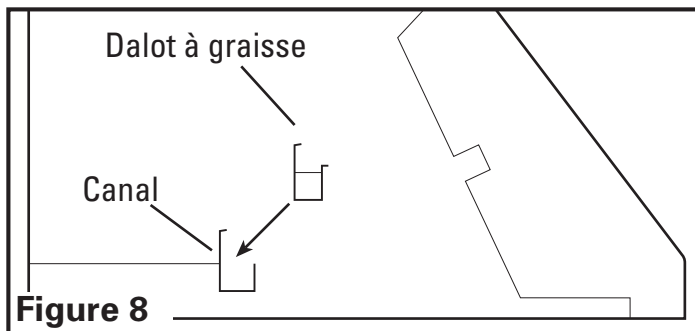

Figure 8
2. Si le dalot à graisse rétractable compris n'est pas déjà installé dans la hotte, l'insérer dans le canal intérieur arrière de la hotte. Assurez-vous que le côté le plus long du dalot fait face vers l'arrière de la hotte (Figure 8).